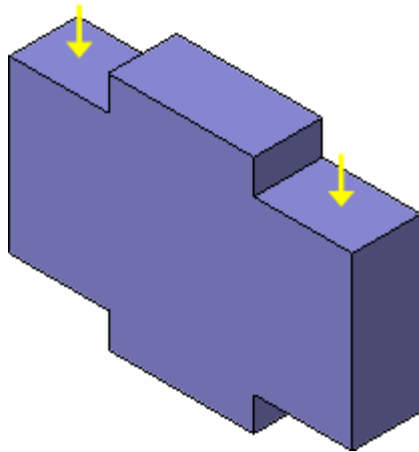

Рисунок 18.
- Нажмите кнопку Создать объект  на Панели специального управления (рис.18).